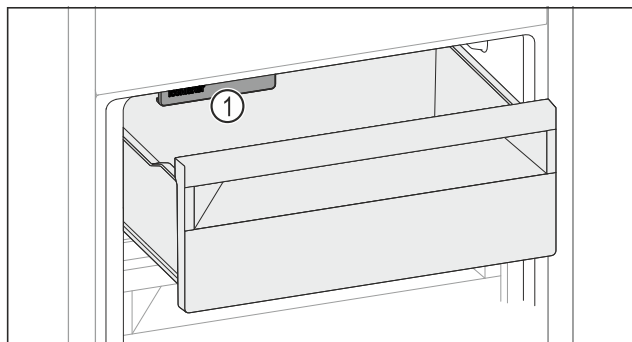

Fig. 142
- Observera IceMaker Fig. 142 (1).